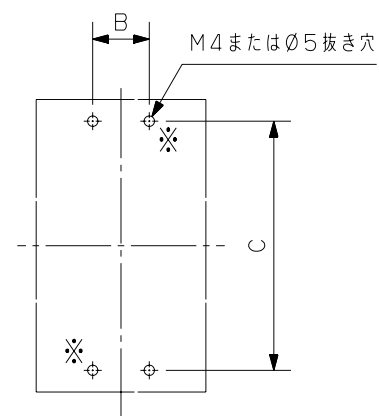

図2 取付穴寸法
- ①ブレーカのカバーノックアウト穴を加工し、取付穴を4か所とします。(図2の※印の付いた位置にブレーカのノックアウトを貫通する)